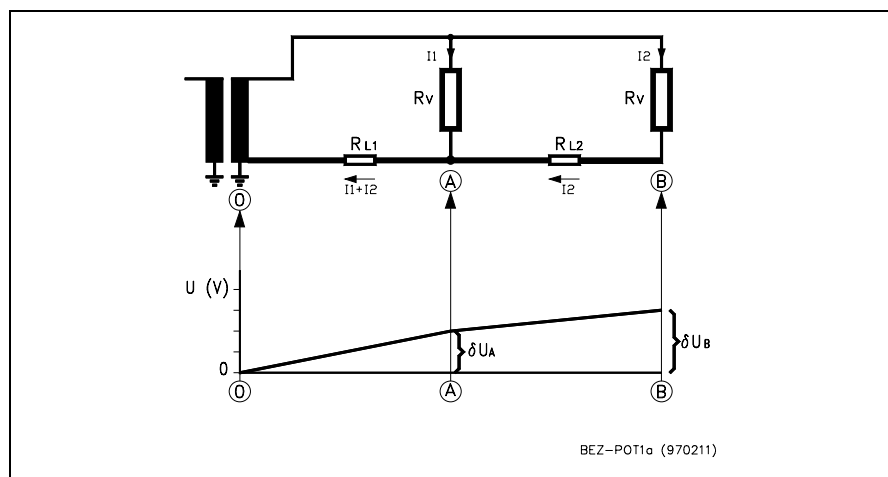

Figure 4: Potentiels locaux de référence lorsqu'ils sont reliés par un conducteur
La figure 4 montre sur un exemple simple, la relation qui existe entre des potentiels locaux de référence lorsqu'ils sont reliés par un conducteur.
Le circuit qui est représenté sur la figure 4 est constitué d'un transformateur qui génère un courant électrique au point (0) et de deux récepteurs (A) et (B).
Figure 5 Potentiels locaux de référence lorsqu'ils sont reliés directement à la terre.  $R_{E1}$  et  $R_{E2}$  symbolisent les impédances entre les différents points de mise à la terre. Il existe bien ici des différences de potentiels entre les différents points, mais elle ne sont pas réparties de manière linéaire comme dans le cas de la figure 4.